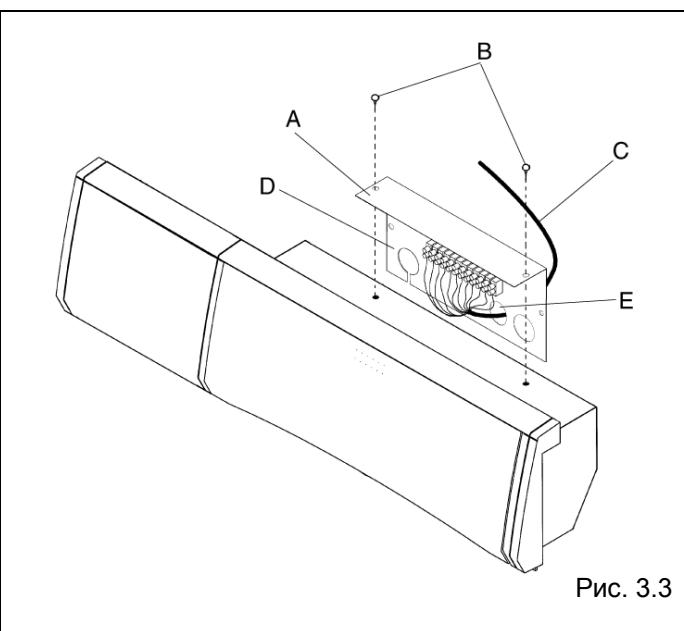

Рис. 3.3
- выньте деталь, к которой крепится клеммник (A) и которая находится в панели управления бойлера. Для этого ослабьте и выньте крепежные винты (B) (рис. 3.3)
- присоедините 5-жильный провод (C) (минимальное сечение 0,75 мм² с двойной изоляцией) к клеммнику (D) панели управления (рис. 3.3), при этом он должен пройти через заднюю стенку бойлера, через одно из отверстий для проводов (E), которые находятся в детали, на которую крепится клеммник (A).
- установите обратно в панель управления держатель клеммника (A) и закрепите его винтами (B)